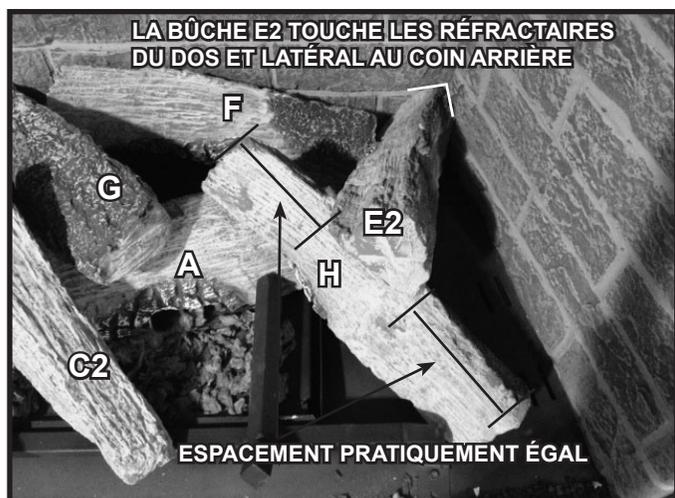

Figure 14. Bûche E2 installée
10. **(BÛCHE E2)** : Placez la bûche E2 dans l'appareil, comme il est indiqué à la figure 14, avec sa zone brûlée orientée vers le centre de l'appareil. La base de la bûche se trouvera dans le coin arrière droit, touchant les réfractaires arrière et latéral. La base plate de la bûche reposera sur la bûche H, à environ mi-chemin entre le haut et le bas. Voir l'installation complète de l'ensemble de bûches à la figure 3.